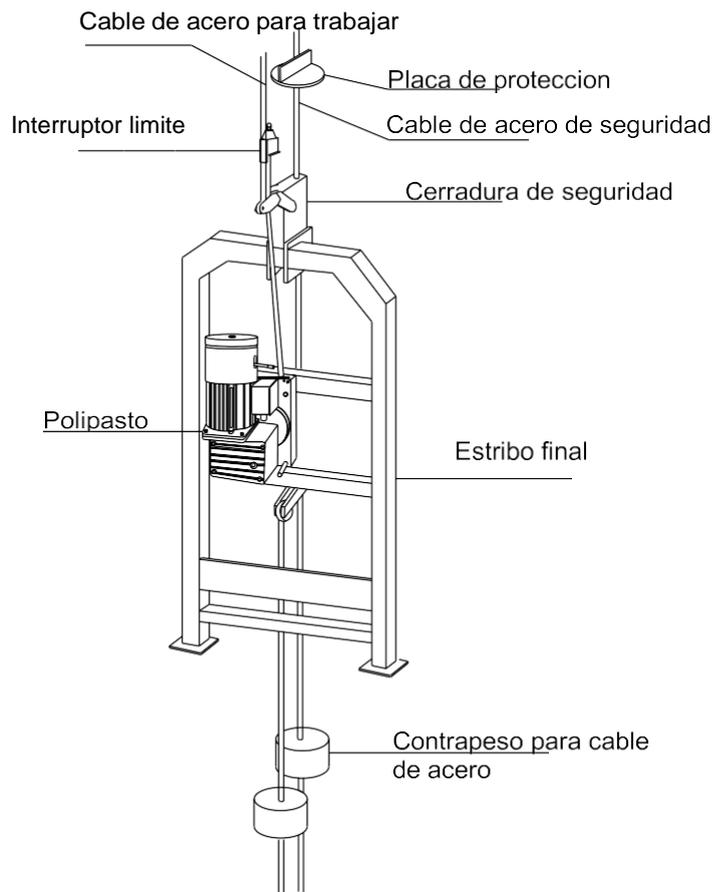

Figura 18 Instalación de cable de acero
5.6.3 Instalación de la cuerda de seguridad (Ver Figura 18)